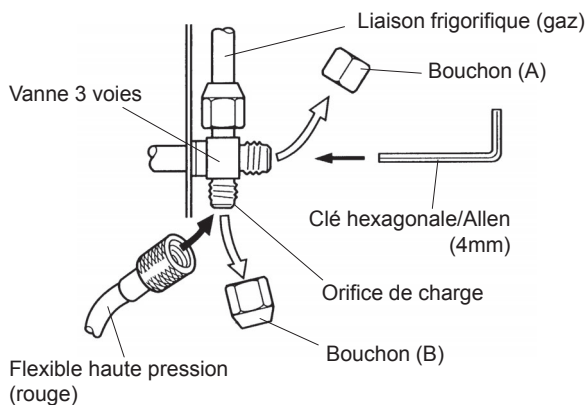

fig. 25 - Raccordement du flexible sur la vanne gaz
Bouchon (A) et (B) : voir fig. 25, page 29.